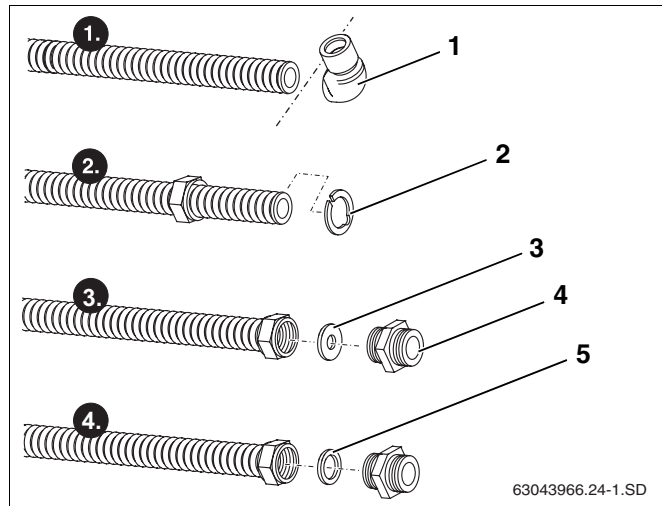

Abb. 57 Anschlussrohr vorbereiten
- Winkel (Abb. 57, **Pos. 1**) mit Rohrschneider vom Anschlussrohr abtrennen.
- Klemmscheibe (Abb. 57, **Pos. 2**) hinter die erste Welle legen und zusammendrücken. Die Klemmscheibe muss gleichmäßig am Bund der Überwurfmutter anliegen.
- Karoseriescheibe (Abb. 57, **Pos. 3**) vor Schnittfläche des Anschlussrohres in die Überwurfmutter legen.
- Doppelnippel (Abb. 57, **Pos. 4**) in Überwurfmutter fest einschrauben, damit plane Dichtfläche am Anschlussrohr erzeugt wird.
- Dichtung (Abb. 57, **Pos. 5**) einlegen und Doppelnippel einschrauben.